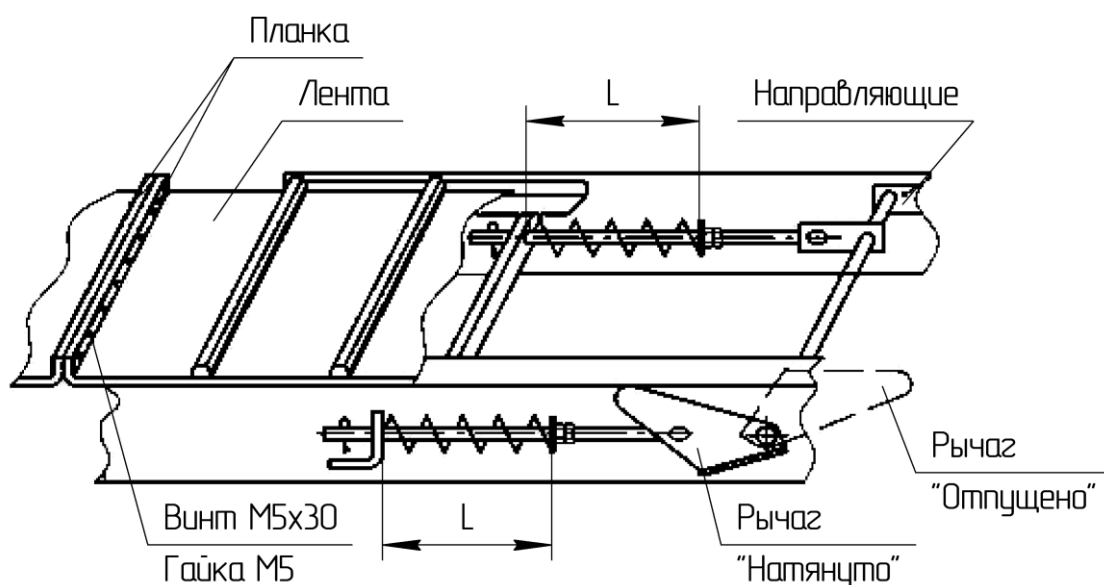

Рисунок 2.6 – Установка и натяжка транспортерных лент
2.3.6 Наденьте транспортерные ленты на барабаны и соедините края двумя планками (рисунок 2.6).
- освободите натяжку транспортеров (рисунок 2.6, положение «отпущено»).
Лента должна быть соединена (рисунок 2.6) таким образом, чтобы соединительная планка была расположена симметрично по ширине и перпендикулярно длине ленты. Допуск неперпендикулярности и несимметричности не более 2 мм. При этом в положении «натянуто» расстояние от натяжного барабана до боковины рамы жатки должно быть 85...130 мм для левого и 40...130 мм для правого транспортеров.
Высота пружин в положении «натянуто» (см. рисунок 2.6) вначале устанавливается одинаковой с двух сторон барабана ($L \sim 140$ мм).